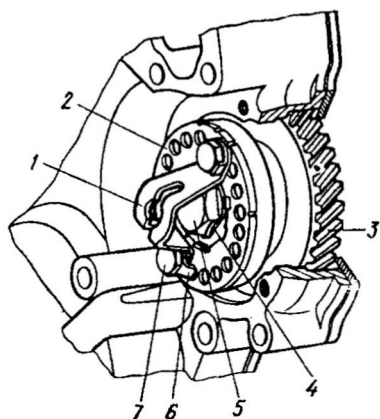

Рис. 42. Привод топливного насоса:
**Установка угла начала подачи топлива насосом.** Отворачивают два болта 7 (рис. 42) крепления шлицевого фланца и соединительной планки. Снимают соединительную планку. Проворачи-